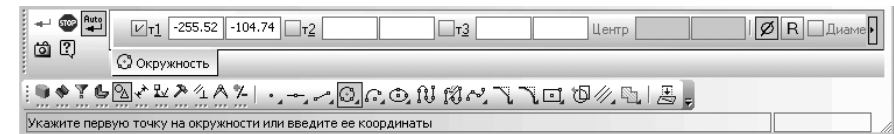

Рис. 8.89. **Панель свойств: Окружность по 3 точкам, Компактная панель**, с нажатой кнопкой **Окружность по 3 точкам** и **Строка сообщений**
**Панель свойств: Окружность по 3 точкам, Компактная панель**, с нажатой кнопкой **Окружность по 3 точкам**, и строка сообщений показаны на рис. 8.89.